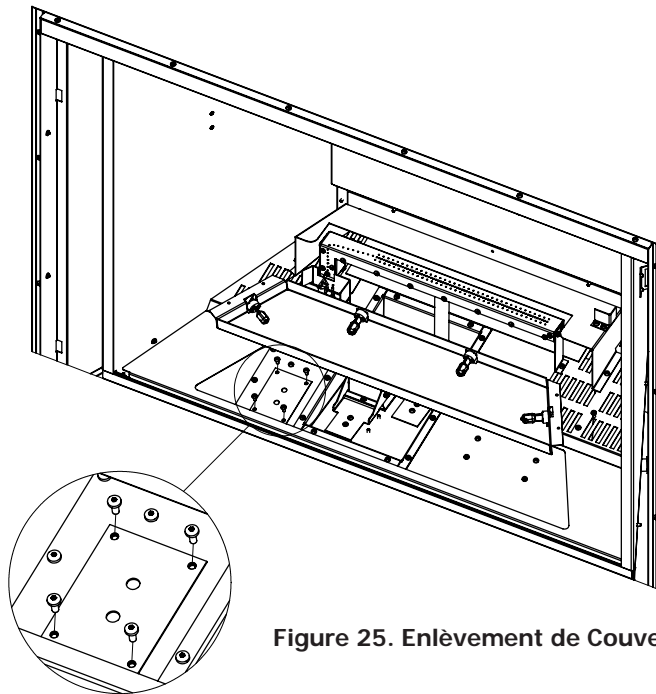

Figure 25. Enlèvement de Couverture de Plaque
5. Soulevez le plateau de lumière pour faire apparaître la plaque de recouvrement, retirez les quatre (4) vis T-20 et faites sortir les fils avec le plateau de lumière (voir Figure 25). Débranchez les connecteurs de câble pour les retirer complètement. Ne supprime jamais les merettes.